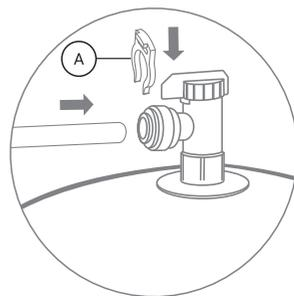

Рис. 26
5. Подключите синюю пластиковую трубку, идущую от фитинга-тройника угольного пост-фильтра к вентилю накопительного бака: вставьте пластиковую трубку в фитинг до упора (рис. 26), для герметизации соединения приложите дополнительное усилие, при этом трубка утопится еще примерно на 3 мм и будет плотно обжата резиновым кольцом фитинга. Установите стопорную клипсу (А) из комплекта поставки.